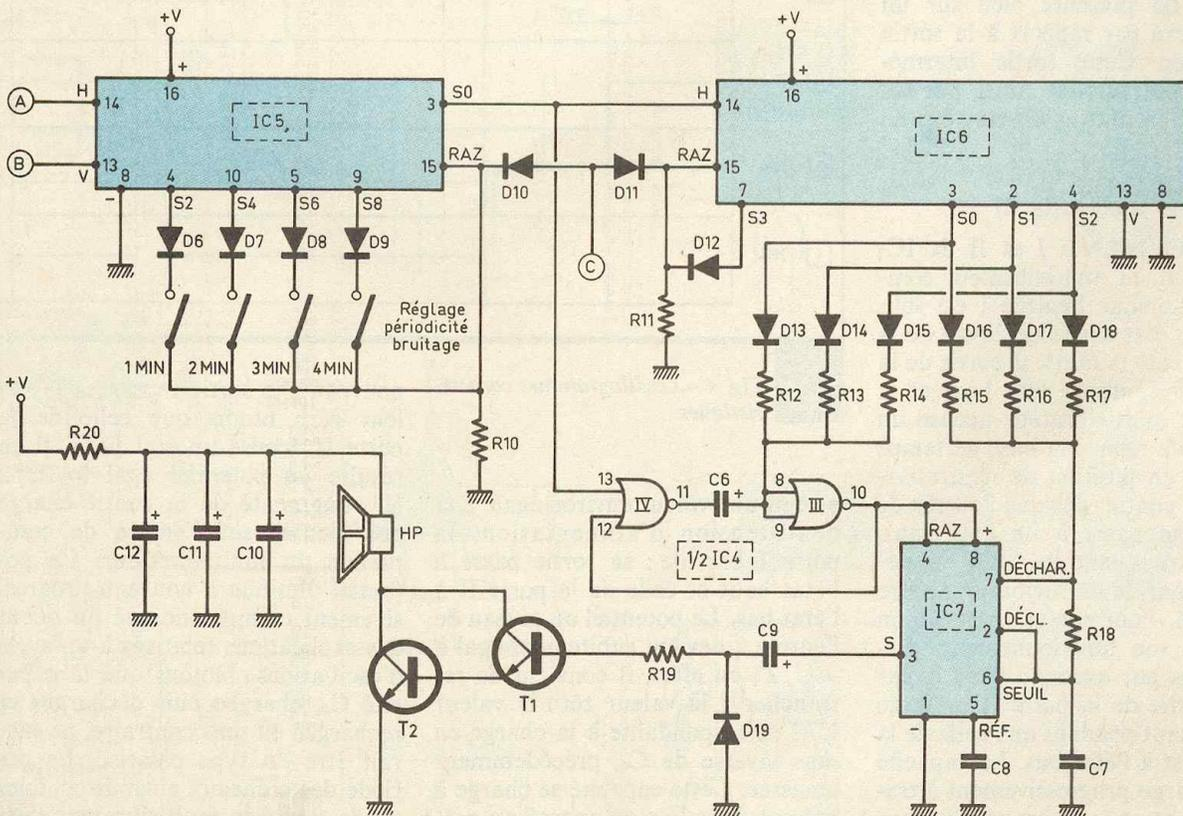

Fig. 3 Production des effets sonores.
L'unique circuit imprimé est de petite taille ; son tracé est donné à la figure 3. Nous vous conseillons d'employer la méthode photographique pour réussir un circuit irréprochable et sans problème. Les dimensions de la plaquette conviennent pour un coffret Retex Elbox RE1. La mise en place des composants sera menée à bien à l'aide de la figure 4. De nombreux straps en fil nu rigide ne purent être évités et, bien que disgracieux, ils sont toujours préférables à l'utilisation du circuit double-face, bien dé-
Fig. 3 à 4 *Tracé du circuit imprimé et implantation à l'échelle.*
e) Périodicité de production du son (fig. 3)
f) Production de différents sons (fig. 3)